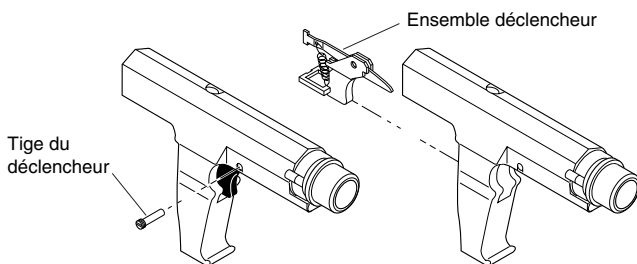

Figure 8 - Retrait de la tige et de l'ensemble déclencheur
1. Retirer la tige du déclencheur du corps de l'outil (Figure 8). **Note :** L'extrémité de la tige du déclencheur est filetée. Dévisser la tige, avant de la retirer du corps de l'outil.
1. Insérer l'ensemble déclencheur à l'arrière du corps de l'outil (Figure 8, page 77).